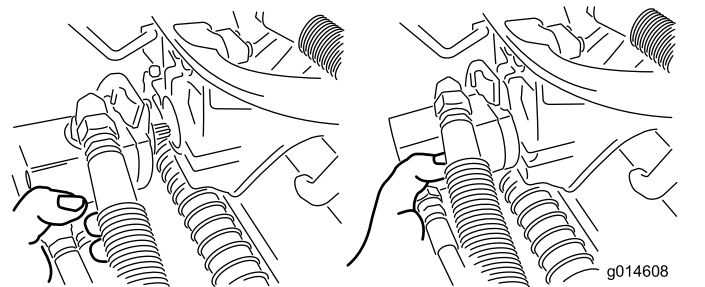

Bild 51
3. Legen Sie den Motor am Aufbewahrungsort vorne am Aufhängearm ab (**Bild 51**).